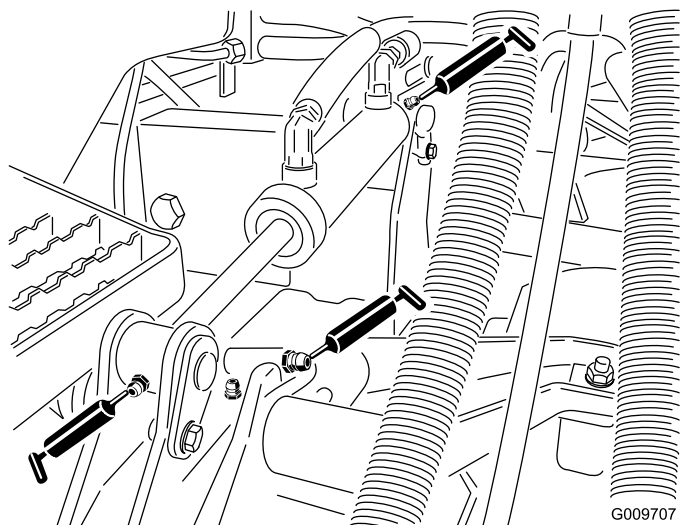

図 61
- 図 61に示す、昇降アームのブッシュデッキ 1台に1ヶ所
- 図 61に示す、昇降シリンダのブッシュデッキ 台に2ヶ所